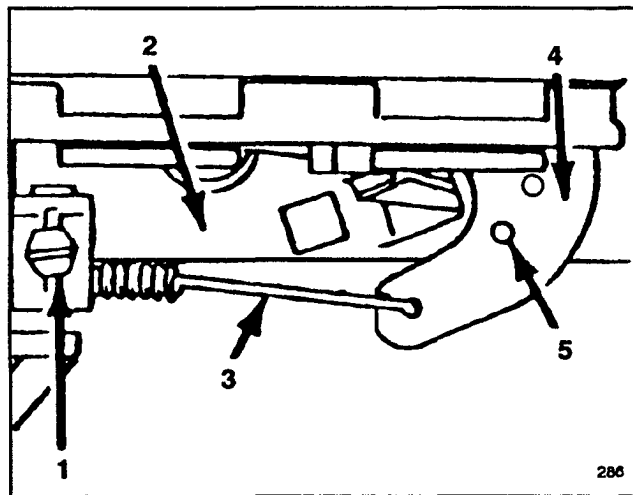

Abbildung 16
- Die Schraube der Kabelklemme lösen, bis das Gaszugkabel durchrutscht (Abb. 16).
- Das Gaszugkabel nach links oder rechts bewegen, bis die Löcher im Gashebel mit denen in der Halterung übereinstimmen (Abb. 16).